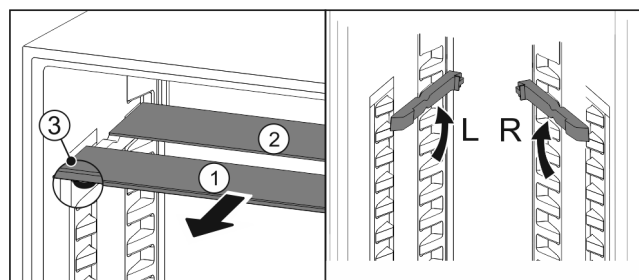

Fig. 14
- ▶ Посуньте Fig. 14 (1) відкидні пластини вперед.
- ▷ Відкидна пластинка Fig. 14 (1) з декоративною планкою лежить спереду.
- ▷ Стопори Fig. 14 (3) показують вниз.